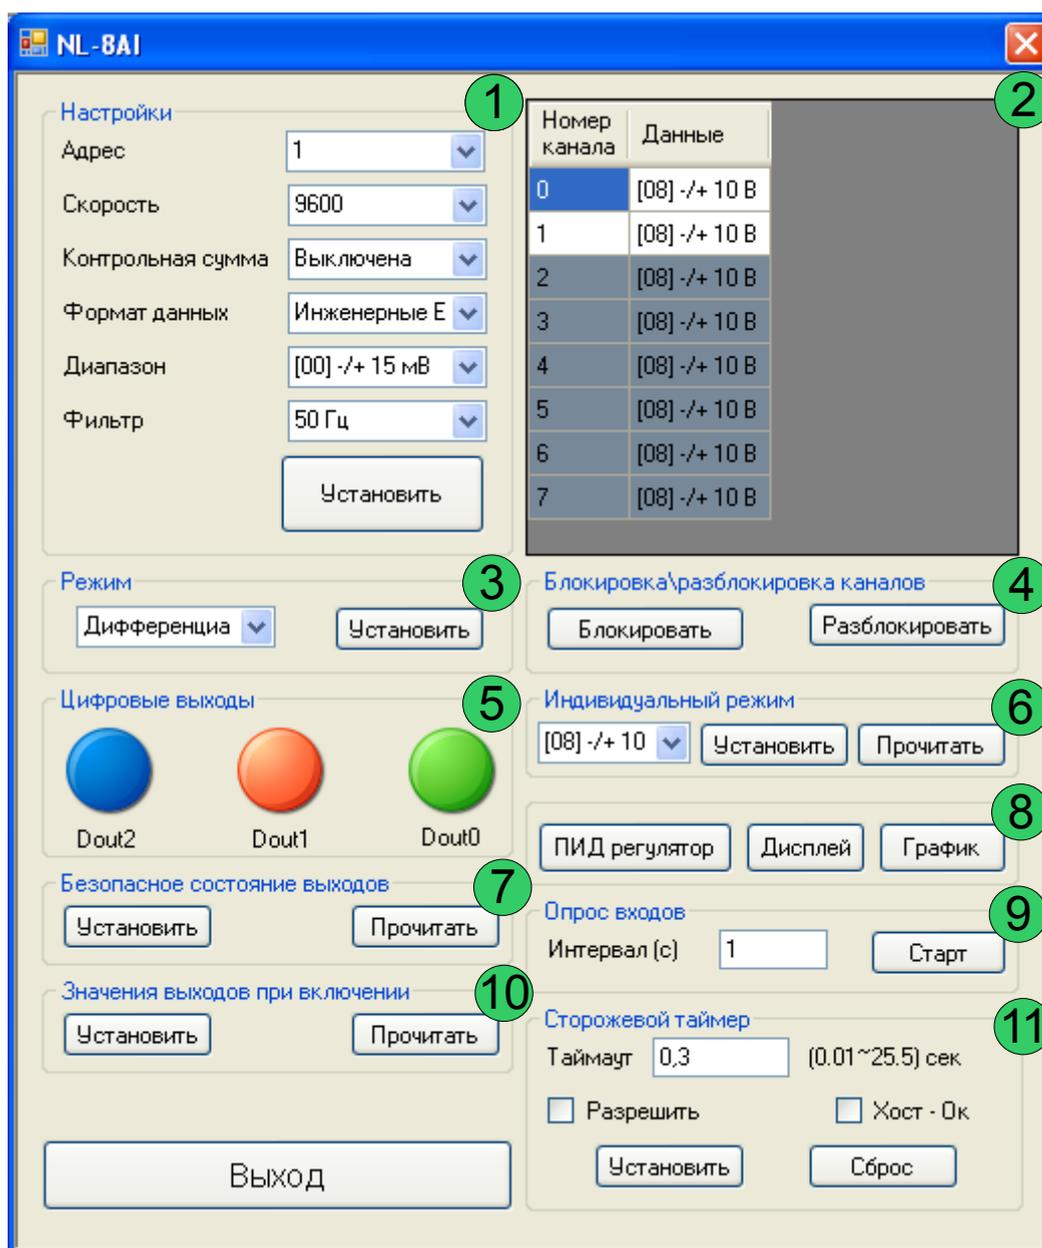

Рис. 3.1. Окно настроек модуля NL-8AI
На рис. 3.1 изображено окно настроек и тестирования модуля NL-8AI. Цифрами на рисунке обозначены:
6. «Индивидуальный режим» - Установка индивидуального режима для каждого канала. Установка осуществляется путем выделения необходимых каналов, выбора интересующего диапазона из списка и нажатием кнопки «Установить». Чтение осуществляется по средствам нажатия кнопки «Прочитать», информация о диапазонах отображается в таблице, помеченной на рис. 3.1 цифрой «2».